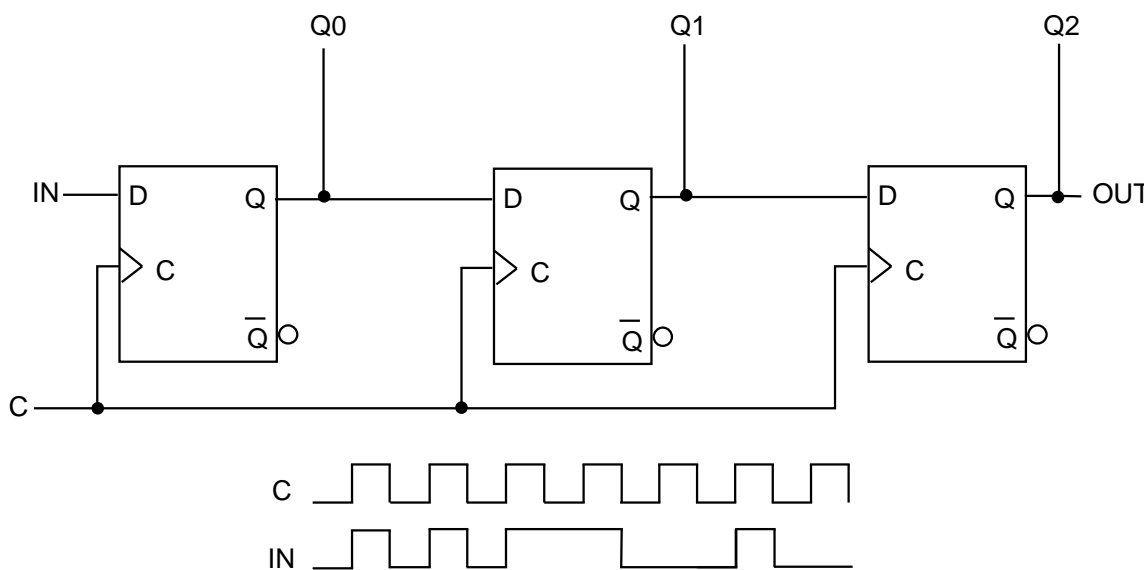

Abbildung 5: Schieberegister.
- a) Bauen Sie das in Abbildung 5 gegebene Schieberegister auf (SN74LS74A). Geben Sie den Input Manuel vor und zeigen Sie die Ausgänge mit Hilfe der LEDs des Digital Boards an. Zeigen Sie das Schieberegister ihrem Betreuer!